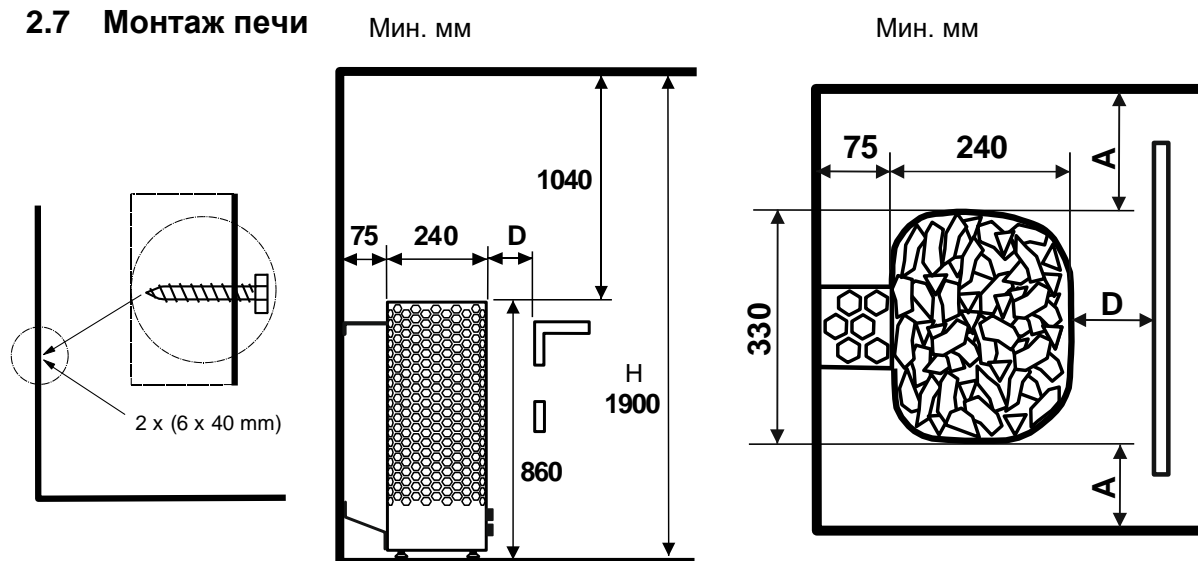

Рисунок 2. Безопасные расстояния Laine STJ Нагреватель
5. соблюдать установленные безопасные расстояния вокруг электрокаменки (см. рисунок 2 «Безопасные расстояния электрокаменки для сауны»). Помните, что вокруг электрокаменки должно быть достаточно пространства для проведения техобслуживания, входной двери и т.п.